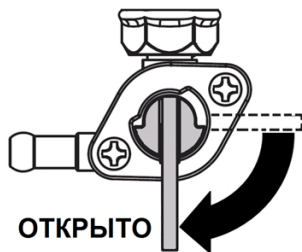

Рис. 8 Кран топливного бака
1. Откройте кран топливного бака. Для этого рычаг крана переведите в вертикальное положение (Рис. 8).